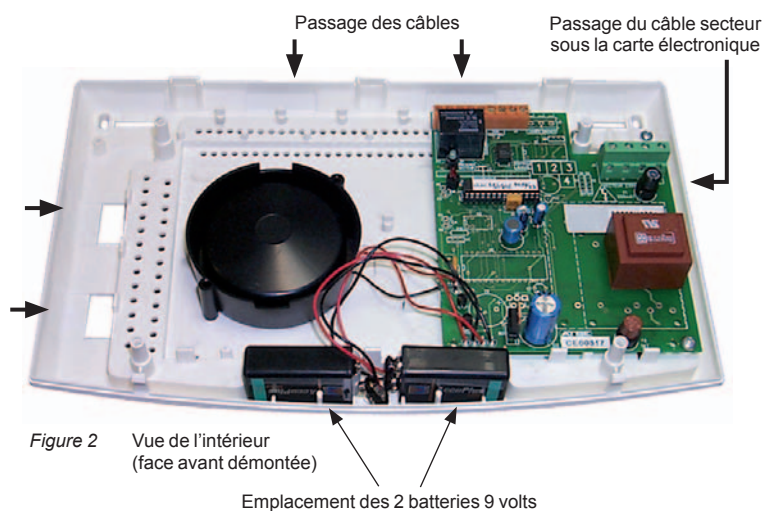

Figure 2
Les câbles extérieurs arrivent par le haut ou sur les côtés du tableau (cf. figure 2).
- 6** - Raccorder et installer les batteries (cf. figure 2).
(Voir leur emplacement figure 2).